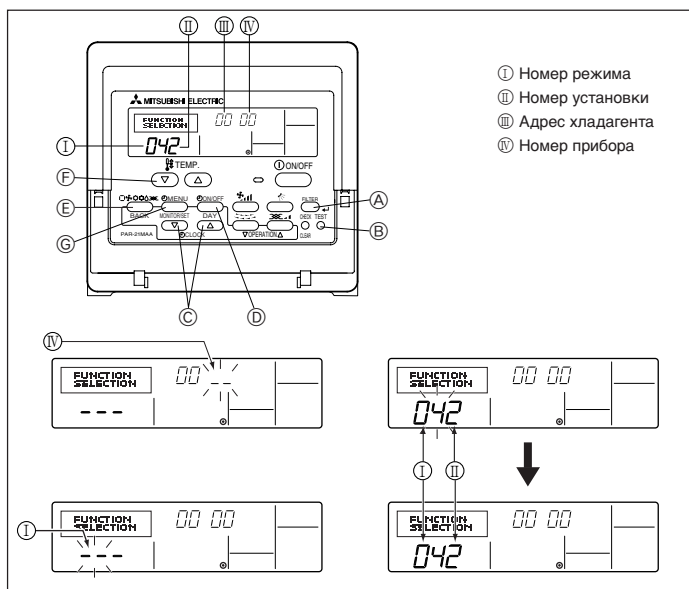

Fig. 5-5
5.3.1 Функциональная настройка прибора (Fig. 5-5)